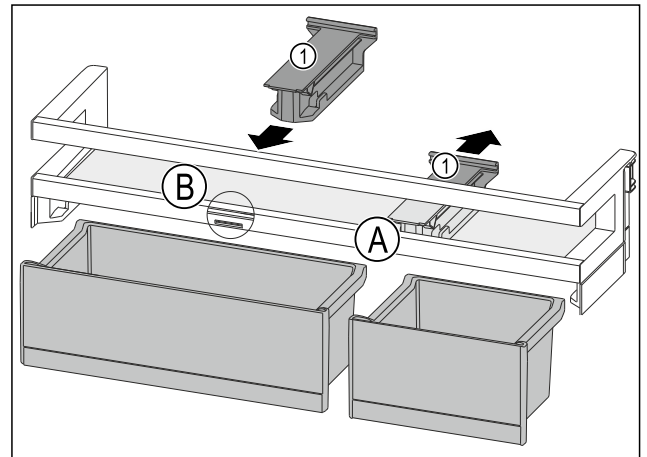

Fig. 85
- ▶ Tirare l'elemento di tenuta Fig. 85 (1) all'indietro per portarlo in posizione Fig. 85 (A).
- ▶ Inserire l'elemento di tenuta Fig. 85 (1) in posizione Fig. 85 (B).